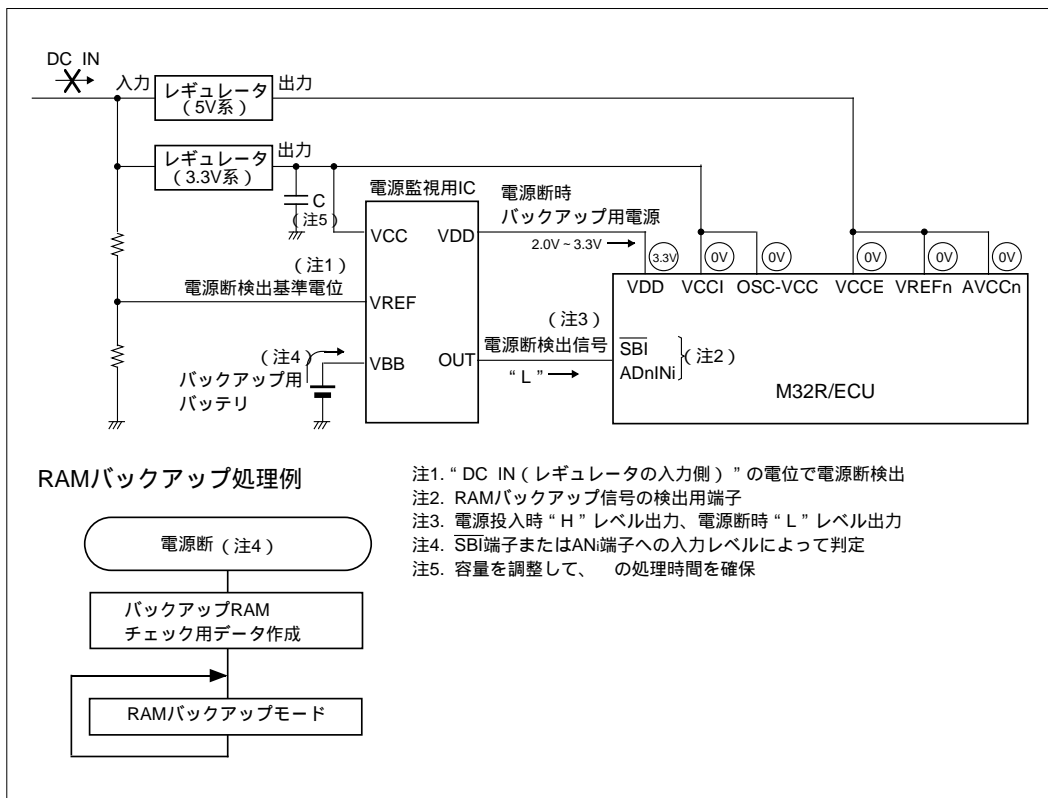

図17.2.3 電源断時のRAMバックアップ時の状態
図17.2.3に電源断時のRAMバックアップの状態を示します。電源が切れると電源監視用ICによって、バックアップ用バッテリーから電流が供給されます。また、電源監視用ICの電源断検出信号端子から“L”レベルが出力され、SBI端子またはADnINi端子は“L”レベルになりRAMバックアップ信号の発生となります(図17.2.3の)。電源断検出判定は、電源断時のソフトウェア処理時間を確保するため、必ず“DC IN(レギュレータの入力側)”の電位で行う必要があります。
(1) RAMバックアップモードから通常モードに復帰したときに、RAMのデータが正常に保存されていたかのチェック用データを作成(図17.2.3の)。
(1)の設定後、VCCへの電流の供給が切れると、VDD端子は2.0V～3.3V、その他の端子は0Vになり、M32R/ECUはRAMバックアップモードになります(図17.2.3の)。